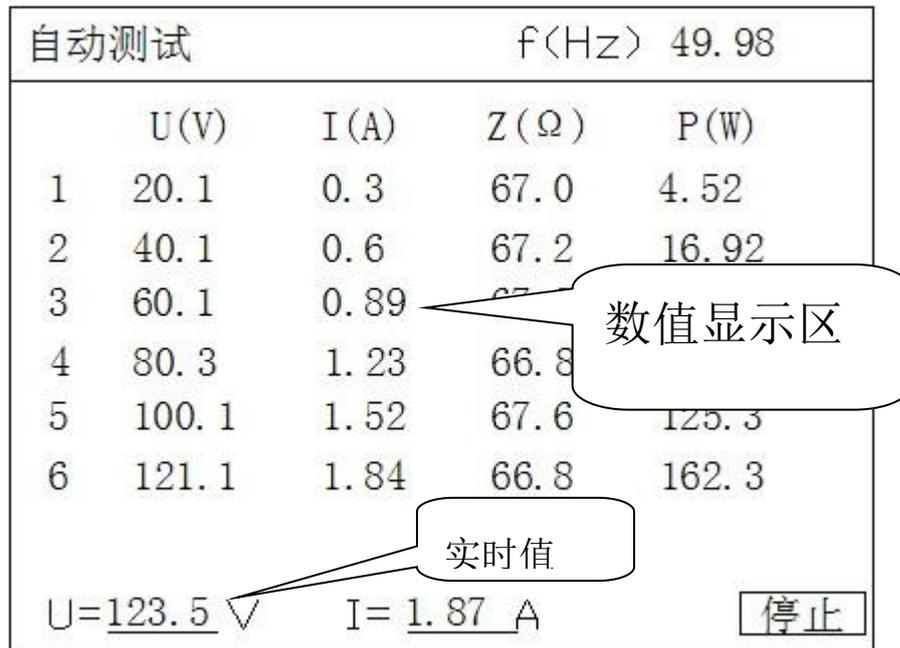

图 4 自动测试界面
- 3) 根据试验需要将以上参数设置好，移动光标选择“开始试验”后即可进入如图 4 所示